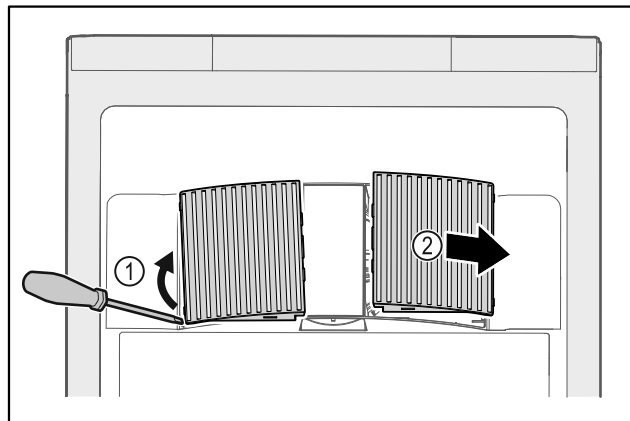

Fig. 144
- ▶ Lirk ut ventilatordekslene fra siden Fig. 144 (1), og ta dem ut forover Fig. 144 (2).